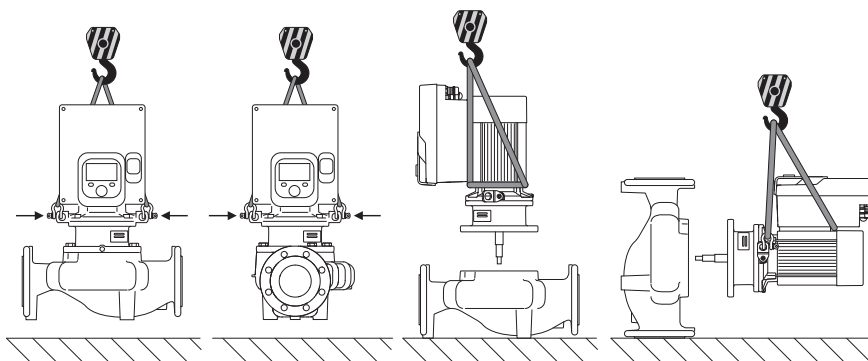

Fig. 6: Sentido de elevação da bomba simples
O transporte da bomba tem de ser efetuado com meios de suporte de carga autorizados (p. ex., bloco de polias, grua, etc.). Os meios de suporte de carga devem ser fixados aos olhais de elevação fornecidos no flange do motor. Se necessário, deslizar os laços de elevação por baixo da placa de adaptação (Fig. 6/7). Proteger a bomba para não tombar.
1. Deixar dois olhais de transporte (Fig. I, pos. 30) no flange do motor.
2. Para proteção, fixar o conjunto de encaixe (Fig. 4) nos olhais de transporte com meios de elevação adequados. Para evitar que a unidade se incline, colocar um laço de cinto à volta do motor e adaptador do módulo eletrónico, como mostra a Fig. 6. Durante a fixação, evitar danos no módulo eletrónico.
3. Desapertar e retirar os parafusos (Fig. I/II, pos. 29).